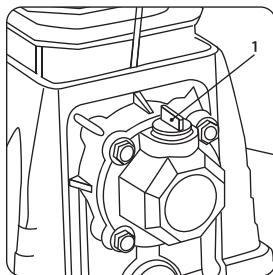
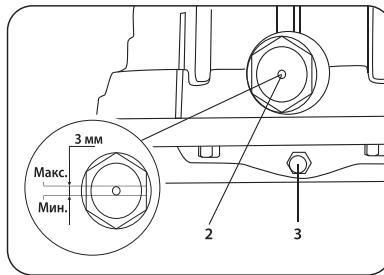

рис. 4
рис. 5
Открутите пробку картера (1) (рис. 4) и заправьте масло до максимального уровня (до красной отметки) в смотровом окне (2) (рис.5).
Необходимо произвести полную замену масла. Для этого отвернуть болт слива масла (3) (рис. 5) и дождаться полного слива масла из картера. Для слива отработанного масла использовать специальную емкость. После этого установить болт на место и залить новое масло. Уровень проверить по смотровому окну (2) (рис. 5).